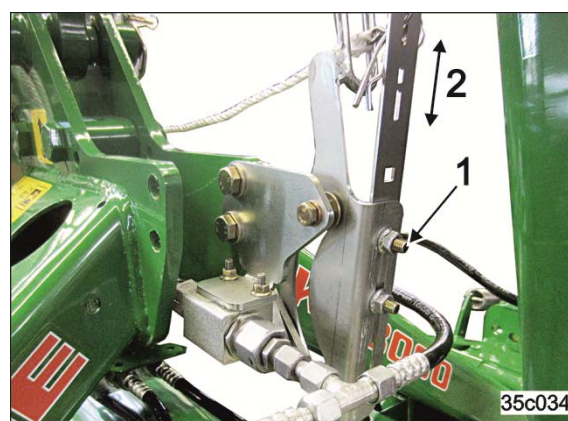

Bild 140
1. Lossa muttrarna (Bild 140/1).
2. För manöverhaken till önskat läge (Bild 140/2) så att lyft kan ske med kraftöverföringsaxeln igång.
3. Dra åt muttrarna (Bild 140/1).